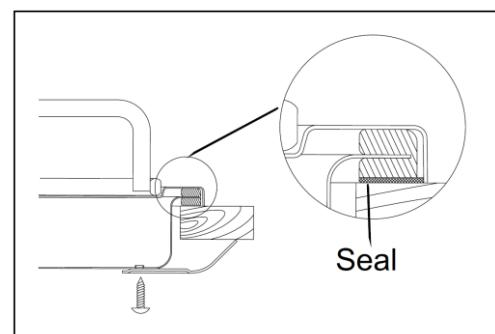

Рисунок 6
- Закрепите варочную панель соответствующими крепежными зажимами и винтами, как показано на схеме. После затягивания винтов излишнее уплотнение можно удалить (см. Рисунок 6\*).